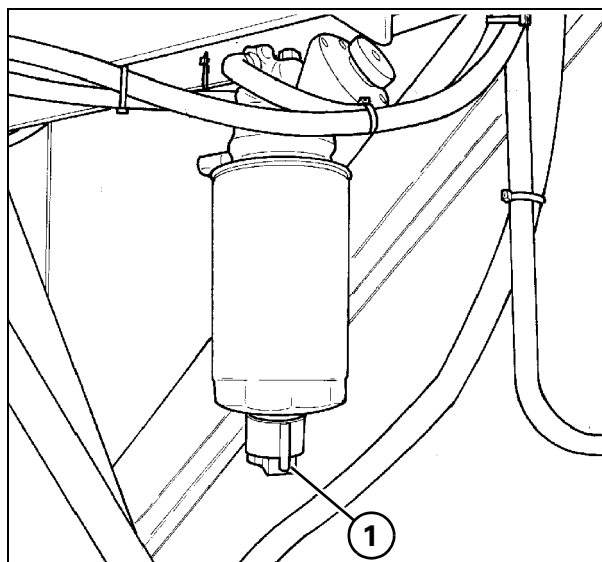

Рис. 9
**5.) - Сепаратор/фильтр отстойника** Рис. 9